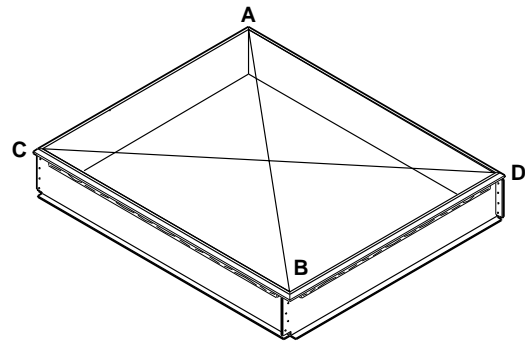

Figura 25
2. Mida las diagonales de la bancada como se muestra en la figura 25. Las medidas deben ser idénticas para que la bancada cuadre.